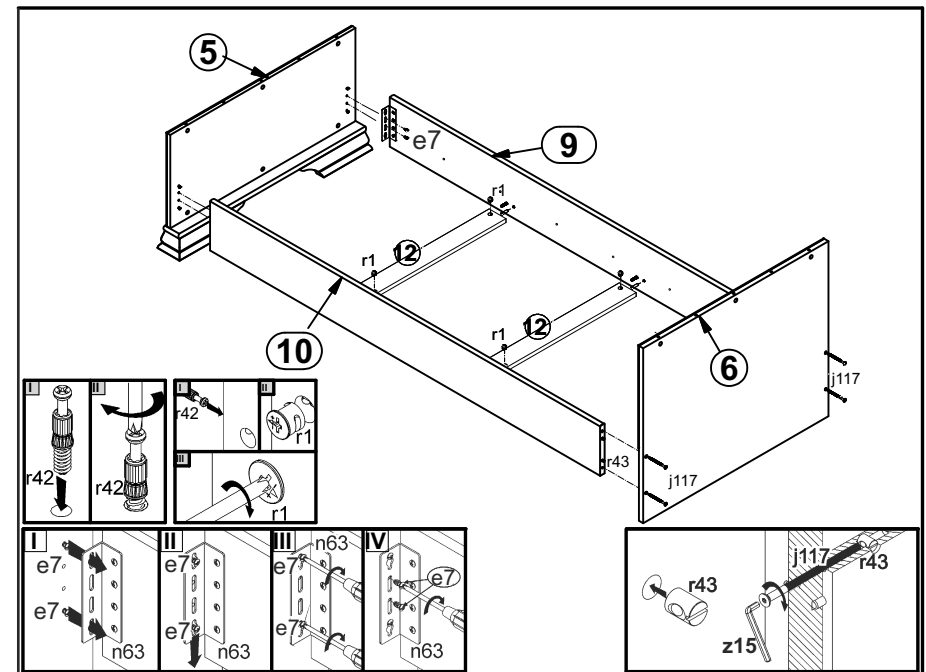

Рисунок 4
10. Соединить стенки боковые **9, 10** с цоколями **12** и затянуть стяжки эксцентрикoвые **r1**, пользуясь отверткой (см.рис. 4).
11. Соединить стенки боковые **9, 10** со спинкой задней **6** при помощи винтов **j117**. Затянуть гайки **r43** с помощью ключа **z15** (см.рис. 4).
12. Соединить стенки боковые **9, 10** со спинкой передней **5**, надев уголок металлический **p63** на ввернутые шурупы **e7** на спинке передней **5**. Выровнять корпус кровати, закрутить еврошурупы **e7** до упора. В оставшиеся отверстия завернуть еврошурупы **e7** (см. рис. 4).